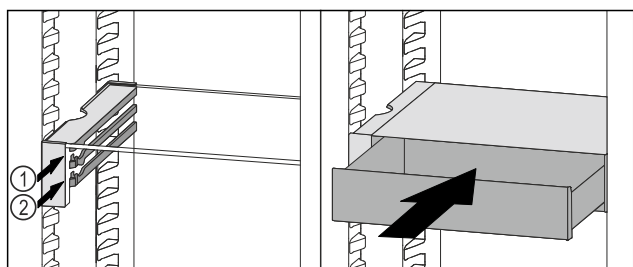

Fig. 134
- Założyć szufladę VarioSafe za stoperami na wybranych żebrowach Fig. 134 (1) lub Fig. 134 (2).